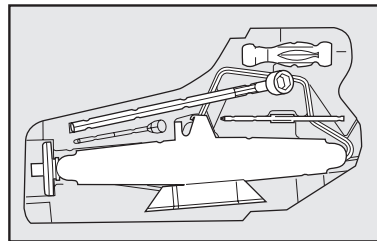

fig. 25
13) Coloque el crique en el soporte de herramientas **fig. 25**, encajándolo bien para evitar vibraciones, o que se suelte.